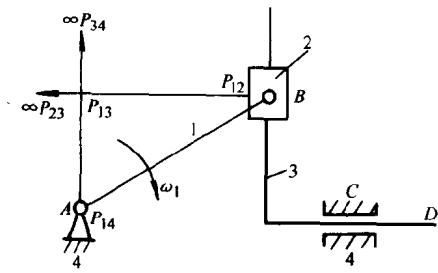

图 2
2. 解 如图 2 所示，用三心定理求得 P_{13} 后， $v_D = (\overline{AP}_{13})\mu_t \omega_1 = 16 \times 0.01 \times 10 \text{ m/s} = 1.6 \text{ m/s}$ ，方向水平指向右。